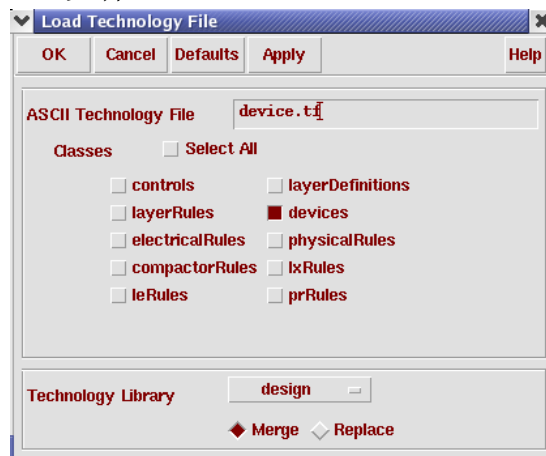

图 8.3 Load Technology File 窗口
- ① 在 CIW 窗口中, 选择 Tools→Technology File Manager→Load, 在弹出的 Load Technology File 窗口中, 改变设置如图 8.3 所示, 点击 OK, 若弹出 Load Technology File 的提示框, 点击 Close 关闭之。在 CIW 中, 可以看到表示加载成功的提示如下所述: